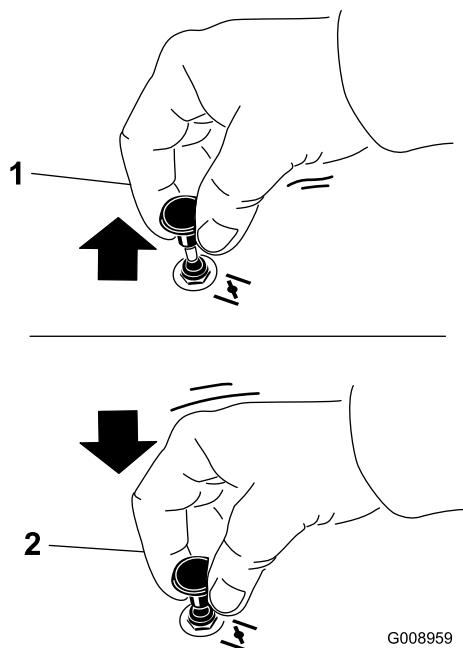

Figura 19
1. Tire hacia arriba del mando para engranar el estérter antes de usar el interruptor de encendido (Figura 19).
2. Presione hacia abajo el mando del estérter para desactivar el estérter después de que el motor arranque (Figura 19).
1. Desengrane las cuchillas moviendo el mando de control de las cuchillas a la posición de DESENGRANADO (Figura 19).